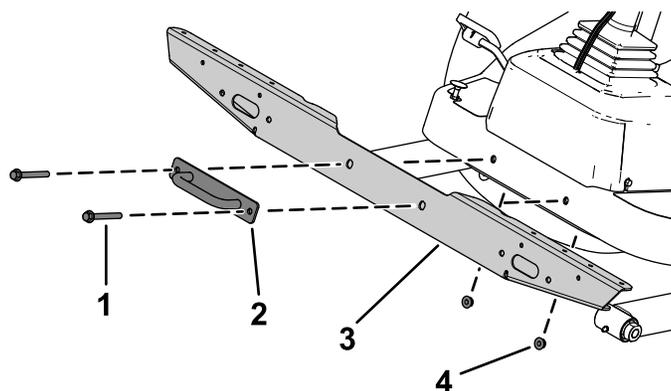

Figura 12
- 2. Fije el soporte transversal de las luces en la plataforma con los pernos, las tuercas y la placa de amarre que retiró anteriormente (Figura 12).